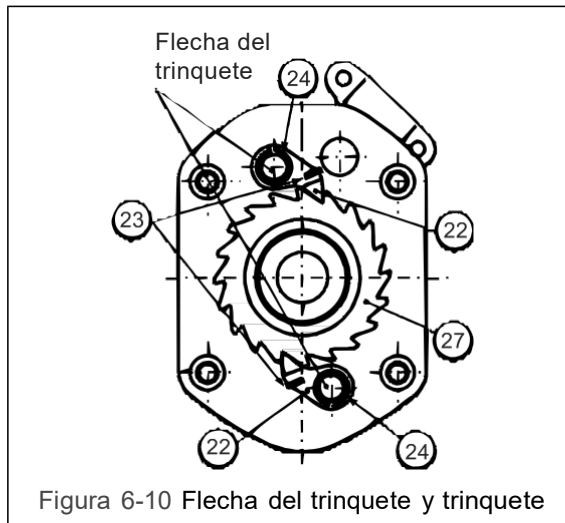

Figura 6-10 Flecha del trinquete y trinquete
- 1) Aplique una capa ligera de grasa (G2) en la flecha del trinquete y el trinquete (22). Consulte la Figura 6-10.
- 2) **⚠ PRECAUCIÓN** Use una cantidad mínima de grasa sobre el trinquete (22) para evitar que la grasa alcance las superficies de fricción del freno.
- 3) Sujete dos conjuntos del resorte del trinquete (23) y el trinquete (22) con el resorte de fijación (24).